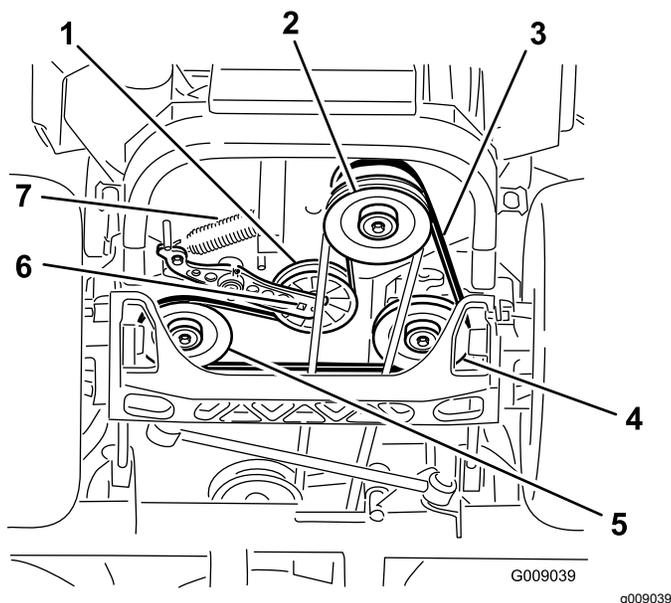

Figura 84
4. Sollevate la macchina e sostenetela su cavalletti (Figura 84).
5. Utilizzate un cricchetto nel foro quadrato del braccio di rinvio per rimuovere la molla del tenditore (Figura 84).
6. Sganciate la molla del tenditore dal telaio (Figura 84).
9. Utilizzate un cricchetto nel foro quadrato del braccio di rinvio per installare la molla del tenditore sul telaio (Figura 84).